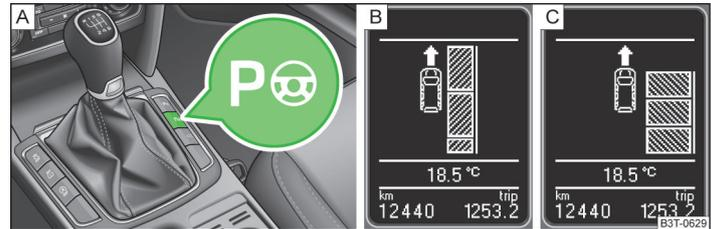

Abb. 138 Systemtaste / Anzeige im Display des Kombi-Instruments
Bei aktiviertem System leuchtet in der Taste die Kontrollleuchte  [» Abb. 138 auf Seite 157 - !\[\]\(86fe12f7930ecb8b4bb652ee4874d9ab_img.jpg\).](#)
- **Einmal** die Symboltaste » **Abb. 138** drücken.
Im Display des Kombi-Instruments wird Folgendes angezeigt » **Abb. 138** - .
- **Zweimal** die Symboltaste » **Abb. 138** drücken.
- Einmal die Symboltaste  » Abb. 138 auf Seite 157 drücken.